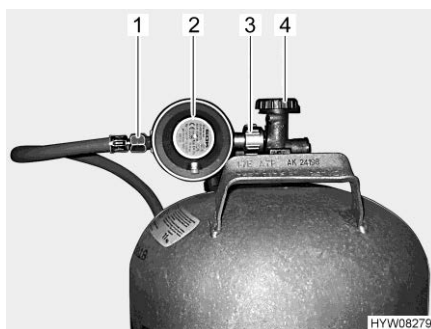

Fig. 121 Raccord bouteille de gaz
- Fermer le robinet principal (Fig. 121,4) de la bouteille de gaz. Observer le sens de la flèche.
- Maintenir le régulateur de pression du gaz (Fig. 121,2) et ouvrir la vis moletée (Fig. 121,3) (en général filetage à gauche).
- Retirer le régulateur de pression du gaz avec la lyre (Fig. 121,1) de la bouteille de gaz.
- Placer le régulateur de pression du gaz (Fig. 121,2) avec la lyre (Fig. 121,1) sur la bouteille de gaz et serrer la vis moletée (Fig. 121,3) (en général filetage à gauche). **Ne pas** serrer trop fort.